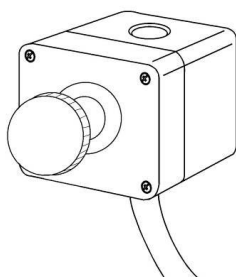

Fig 33
Arrêter la machine avec le bouton "0" rouge (B) ou avec le bouton d'arrêt à distance (Fig 33).